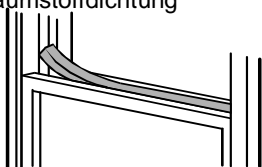

Abb.11
5. Schneiden Sie die Schaumstoffdichtung auf die passende Länge und dichten den offenen Spalt zwischen dem oberen und äußeren Fensterflügel ab. Gezeigt in Abb.11.